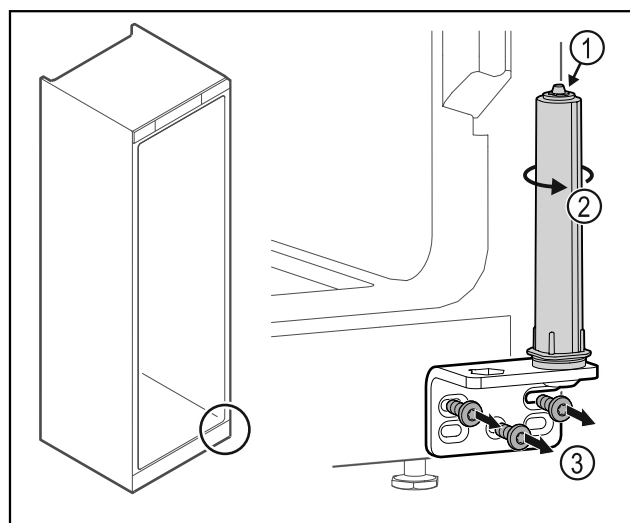

Fig. 27
- Nerozebírejte uzavírací systém dvířek Fig. 27 (1).
- Otáčejte uzavíracím systémem Fig. 27 (2), dokud nezacvakne.
- Odšroubujte úhelník závěsu Fig. 27 (3).